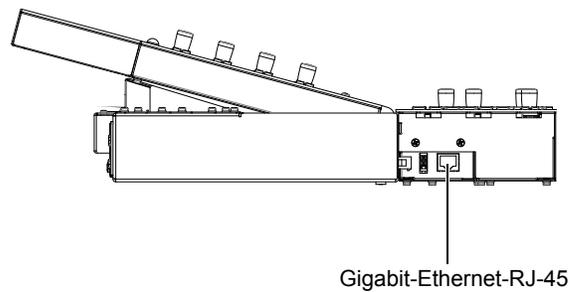

Abbildung 34. Ethernet-Anschluss auf der Seite des Master-Moduls
- 2 Verbinden Sie das längste Ethernet-Kabel mit dem seitlichen Ethernet-Anschluss des Moduls (siehe Abbildung 34):